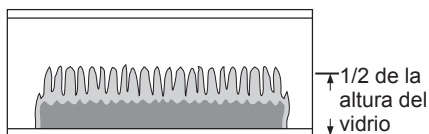
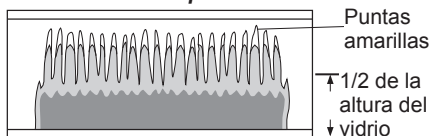

Figura 24 - Patrón correcto de la llama del quemador
Figura 25 - Patrón incorrecto de la llama del quemador
En la figura 24 se muestra el patrón correcto de la flama del quemador. En la figura 25 se muestra un patrón incorrecto de la flama del quemador. El patrón incorrecto de la llama del quemador produce las puntas amarillas de las llamas. También muestra llamas más altas que la mitad de la altura del panel de vidrio.
Si el patrón de la llama del quemador es incorrecto, como se muestra en la figura 25
4. Nunca inserte objetos en el tubo del piloto. Limpie también el conjunto del piloto. Una punta amarilla en la llama del piloto indica la presencia de polvo y suciedad en el conjunto del mismo. Hay un pequeño orificio de entrada de aire al piloto, a aproximadamente 5 cm (2") de donde sale la llama del piloto (consulte la figura 25). Con la unidad apagada, introduzca aire suavemente a través de la entrada de aire. Si no cuenta con aire comprimido, puede soplar a través de una pajilla o popote.